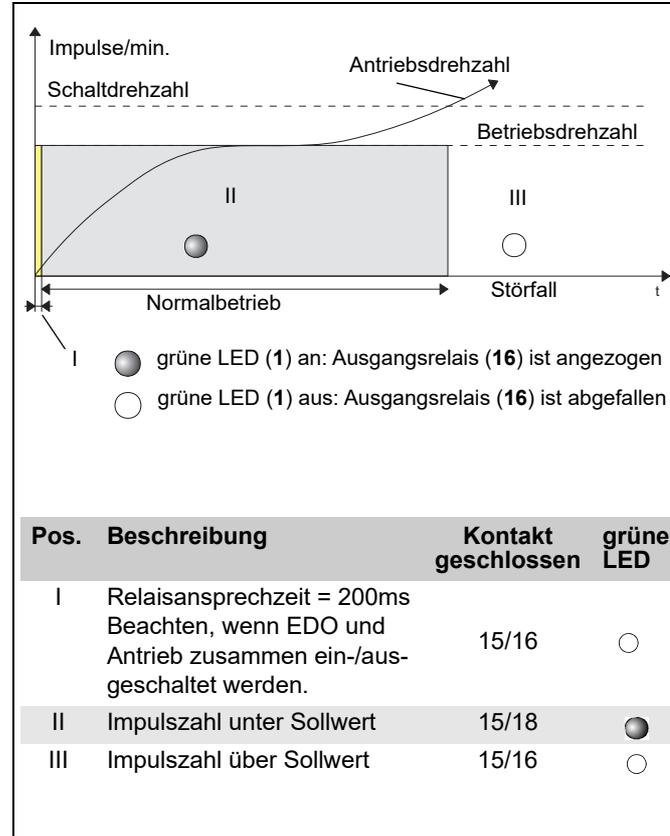

Abb. 3-4: Zeitdiagramm für **Überdrehzahlwächter**
Bei Überschreiten der eingestellten Schaltdrehzahl fällt das Ausgangsrelais ab und die grüne LED (1) erlischt (s. Abb. 3-4). Die Betriebsart Überdrehzahlüberwachung stellen Sie mit Hilfe eines Jumpers (27) ein (s. Abschnitt 6.1.2).